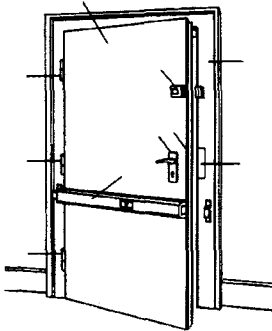

Abb. 1
2. Die Schließzylinder sind nach außen bündig montiert (s. Abb. 1 und 3).  ja  nein  wird angebracht
3. Die Außentüren haben einen Sicherheitsbeschlag und (bei Holz-Türzargen) ein Sicherheitswinkelschließblech (s. Abb. 1 und 3).  ja  nein  wird angebracht